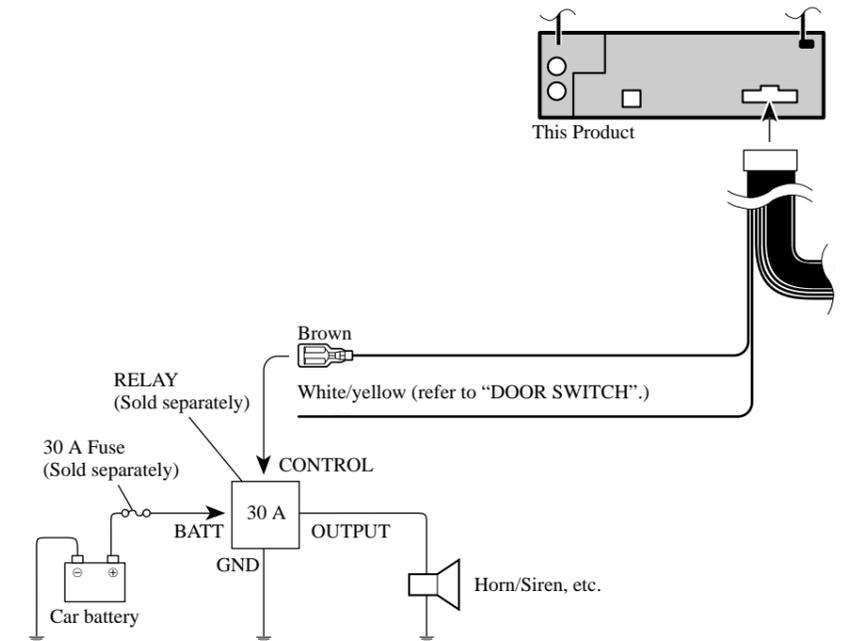

Fig. 6
**Brown (ALARM OUTPUT) ..... (Fig. 6)**